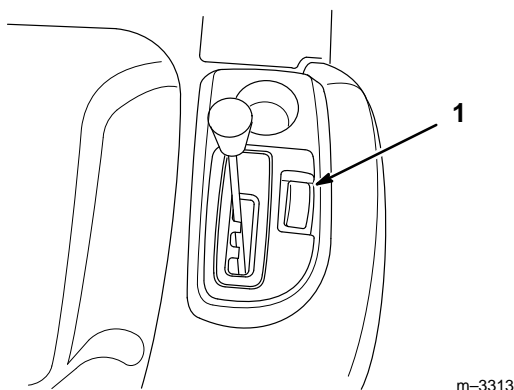

Abbildung 26
Beim Fahrtregler handelt es sich um einen Schalter (Abb. 26) am rechten Kotflügel, durch den eine bestimmte Radantriebsposition ohne Pedaldruck beibehalten wird. Der Fahrtregler funktioniert nur bei Vorwärtsfahrt.
1. Den Traktor anfahren. Siehe "Vorwärts- und Rückwärtsfahrt", Seite 27. Den Fuß auf das Radantriebspedal gedrückt halten und den Fahrreglerschalter (Abb. 26) auf Position "SET" schieben. Dadurch wird der Radantrieb in der jeweiligen Einstellung fixiert, und der Fuß kann vom Radantriebspedal heruntergenommen werden. Es wird eine konstante Pedalposition beibehalten.